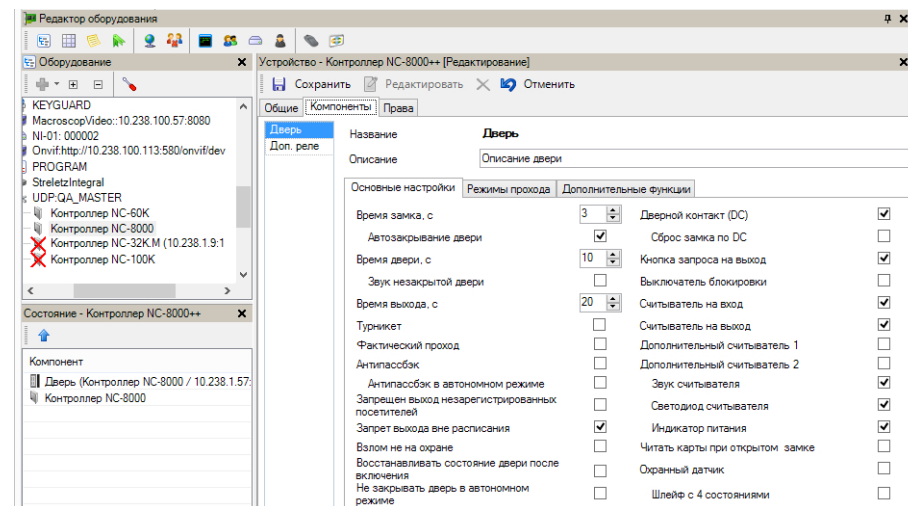

Рисунок 31. Настройка контроллера в ParsecNET 3
- интерфейса NI-A01-USB (рисунок 31);